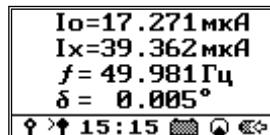

Рисунок 78
7.4.5 Убедившись в правильности подключения измерителя и собранной измерительной схемы, нажмите кнопку , запустив первый этап измерений. Спустя два-три интервала заданного времени усреднения на экране пульта ДУ отобразятся актуальные рассчитанные величины (рисунок 78). Отслеживать обновление данных по прошествии